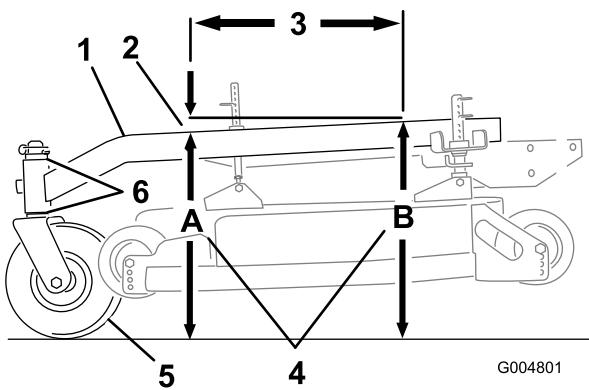

Figure 80
L'inclinaison avant/arrière du bâti porteur doit être comprise entre 3 mm (1/4 pouce) et 9 mm (3/8 pouce) sur 61 cm (24 pouce) de sa longueur (Figure 80).
- Mesurez 61 cm (24 pouce) sur le bâti porteur (Figure 80).
2. Mesurez la hauteur du bâti porteur au point **A** (Figure 80).
3. Mesurez la hauteur du bâti porteur au point **B** (Figure 80).
4. La hauteur au point **A** doit être inférieure de 3 à 10 mm (1/8 à 3/8 pouce) par rapport au point **B** (Figure 80).
5. Si ce n'est pas le cas, déplacez les entretoises des roues pivotantes de manière à obtenir l'inclinaison voulue de 3 à 10 mm (1/8 à 3/8 pouce) (Figure 80). Déplacez les entretoises en haut ou en bas pour corriger l'inclinaison.